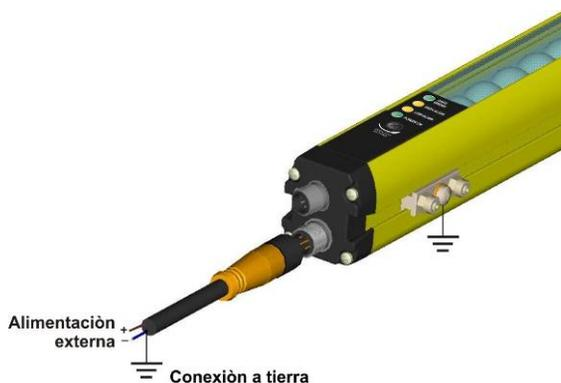

Fig.13
- Si se desea, se puede conectar a tierra el contenedor del dispositivo utilizando el elemento mecánico suministrado para la conexión de masa (respetar la configuración de la Fig.13).